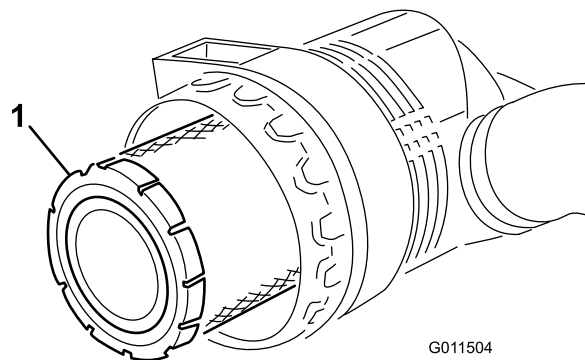
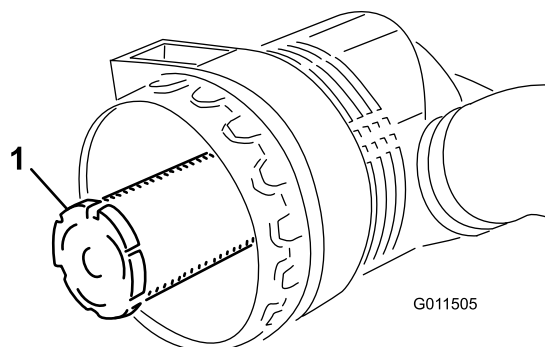

Рисунок 48
Рисунок 49
3. Снимите фильтр грубой очистки (Рисунок 48). Очищать использованный элемент не рекомендуется из-за возможности повреждения фильтрующей среды. Проверьте новый фильтр на отсутствие повреждений при транспортировке, осмотрев уплотнительный конец фильтра и корпус. Не используйте поврежденный фильтрующий элемент. **Не** снимайте контрольный фильтр (Рисунок 49).
Внимание: Никогда не пытайтесь очистить контрольный фильтр (**Рисунок 49**). Заменяйте контрольный фильтр новым после каждых трех обслуживаний фильтра грубой очистки.
4. Замените фильтр грубой очистки (**Рисунок 48**).